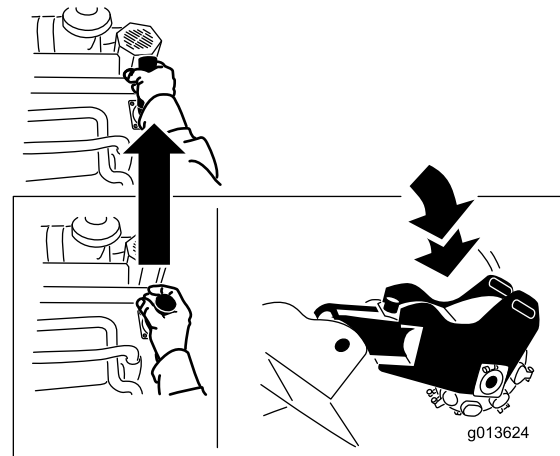

Bild 13
- Schieben Sie den Hebel nach vorne, um die Fräse abzusenken (Bild 13).